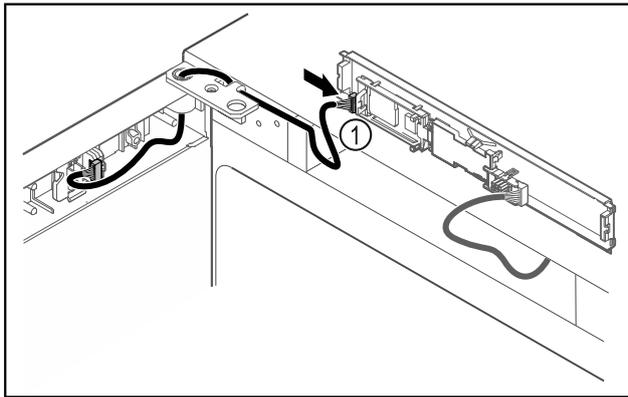

Fig. 45
- ▶ Enchufe el conector Fig. 45 (1) en la placa.